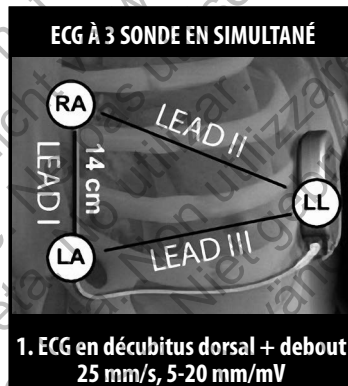

Figure 2 : Emplacement type des électrodes de l'ECG de surface pour le screening patient
1. Pour pouvoir suivre le processus de screening patient, un signal de surface équivalent aux vecteurs de détection sous-cutanés doit être obtenu. Il est important de recueillir les données de l'ECG de surface à l'emplacement correspondant à la position d'implantation prévue pour le système S-ICD. S'il est prévu que le système S-ICD soit implanté à l'emplacement type, les électrodes de l'ECG de surface doivent être positionnées conformément aux indications ci-dessous (figure 2). Si l'électrode sous-cutanée ou le générateur d'impulsions du système S-ICD doit être positionné à un emplacement spécial, les positions des électrodes de l'ECG de surface doivent être modifiées en conséquence.